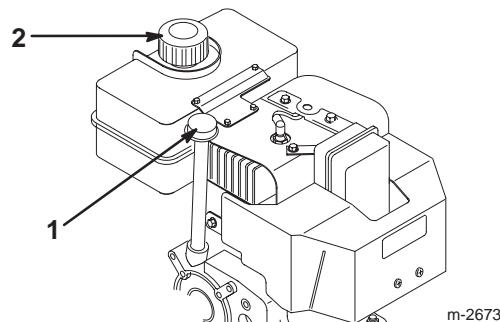

Figure 18
2. Nettoyez la surface autour de la jauge (Fig. 18).
3. Dévissez le bouchon et sortez la jauge (Fig. 18).
- Nettoyez la surface autour du bouchon du réservoir de carburant (Fig. 18).